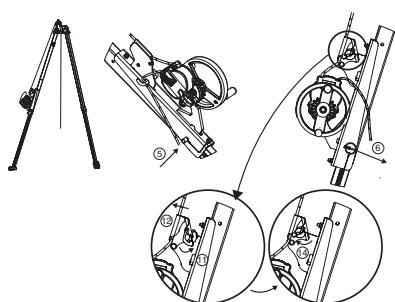

Fig. 9
- IMPORTANT:** Attention au sens de montage: le bloqueur de drisse doit être dirigé vers le haut du trépied tracpod (Fig. 9).
5. Mettre en place la broche d'amarrage de la console pour appareil derope™ UP R. Cette broche d'amarrage remplit deux fonctions: verrouillage de la jambe du trépied tracpod et amarrage de la console pour appareil derope™ UP R sur cette jambe (Fig. 9, 5).
6. Verrouiller la broche d'amarrage par la goupille clips (Fig. 9, 6).
11. Ouvrir le coinceur de drisse de la console (Fig. 9, 11).
12. Introduire la drisse sortant de l'appareil derope™ dans le coinceur de drisse de la console (Fig. 9, 12).
14. Fermer le coinceur de drisse (Fig. 9, 14).